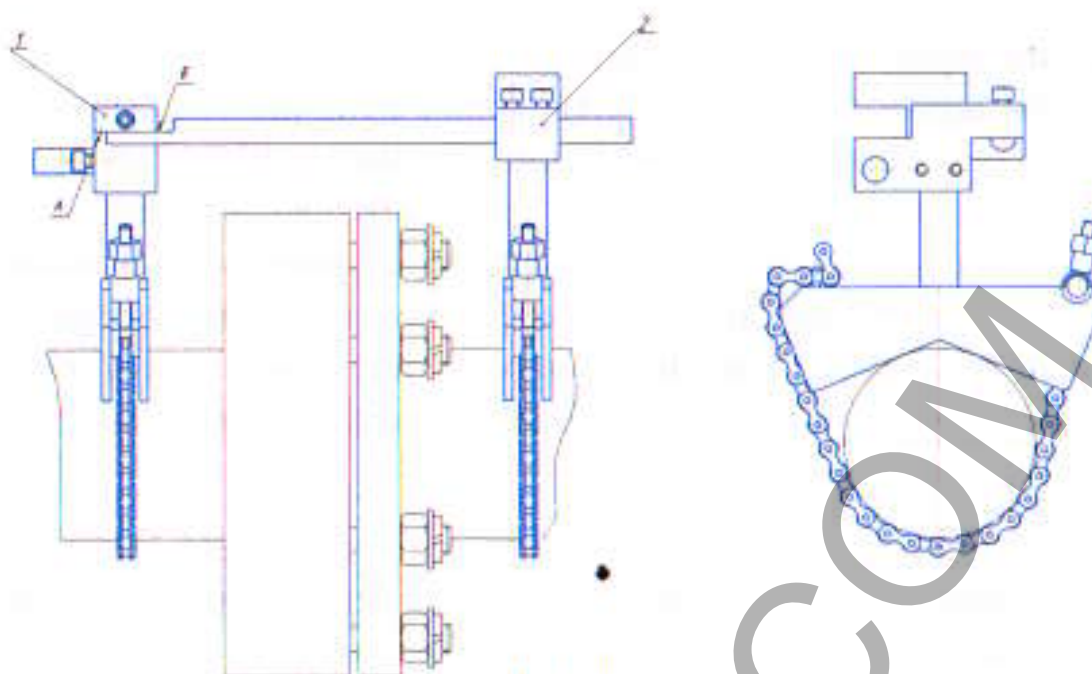

Рис.2
- на вертикальные стойки установить держатели, поз.2. В держатели установить горизонтальные штанги и отрегулировать положение горизонтальных штанг, как показано на рис.2. Для этого левый держатель обжать на вертикальной штанге, а правый перемещая по вертикальной стойке вверх и вниз, отрегулировать положение горизонтальных штанг так, чтобы оси ножек индикаторов были перпендикулярны их опорным поверхностям;